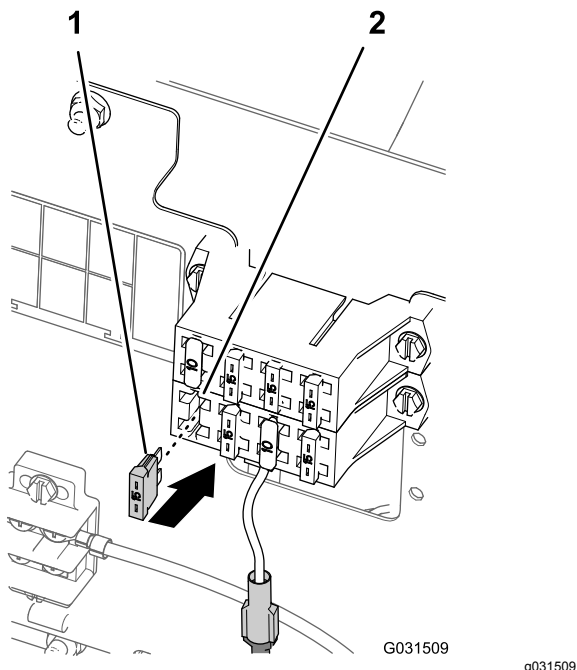

図 206
- 車両用のヒューズブロックにブレード形コネクタが付いている車両の場合には、ヒューズブロックに15Aのヒューズを取り付ける図 206。